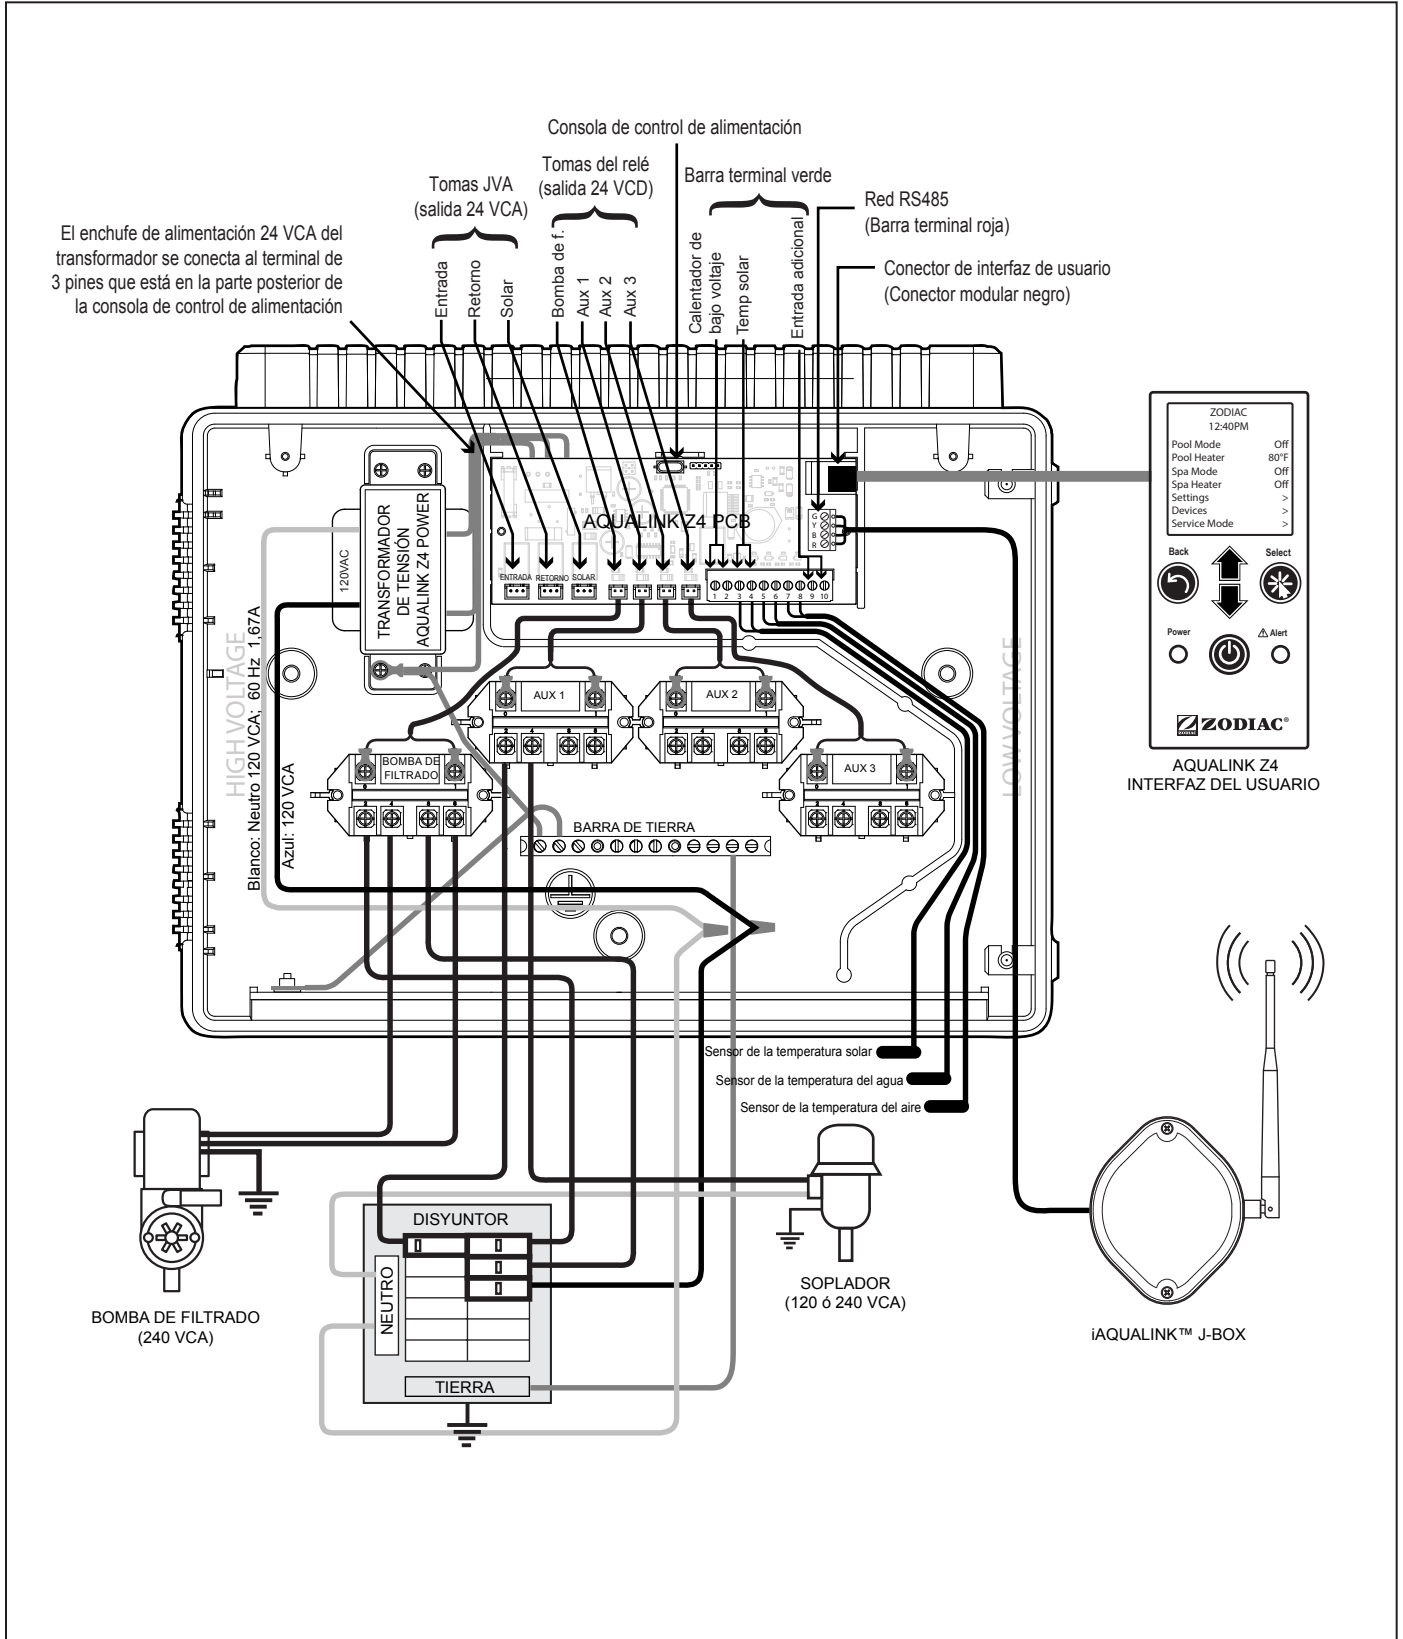

Figura 2. Diagrama del cableado del controlador AquaLink Z4
NOTA: Consulte la *Figura 2. Diagrama del cableado eléctrico de AquaLink Z4* para conocer las ubicaciones y conexiones específicas del cableado.
Conecte los sensores de temperatura en el conector verde de 10 clavijas (consulte la Figura 2. Diagrama del cableado). El sensor de temperatura del aire viene instalado de fábrica en el conector verde de 10 clavijas (clavijas 7 y 8). Se incluye el sensor de temperatura del agua y los artículos necesarios para la instalación.
Si se han instalado equipos de bajo voltaje adicionales, tales como un calentador de bajo voltaje, conéctelo a las clavijas 1 y 2 del conector verde de 10 clavijas (consulte la Figura 2. Diagrama del cableado).
Conecte el dispositivo iAquaLink al conector rojo RS-485 (consulte la Figura 2. Diagrama del cableado).
3. Enchufe los JVA como se muestra en la Figura 2. Diagrama del cableado.